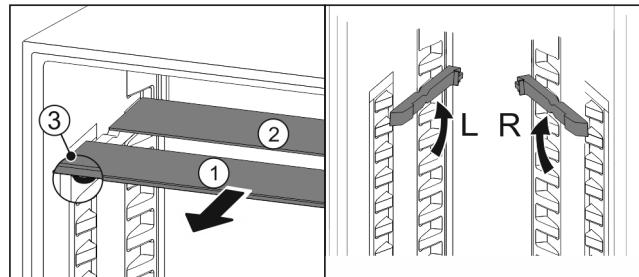

Fig. 58
- Tërhiqni një nga një pllakat e xhamit nga përpara Fig. 58 (1).
- Pllaka e xhamit Fig. 58 (1) me kornizën ndodhet përpara.
- Ndaluesit Fig. 58 (3) janë të drejtuar për poshtë.